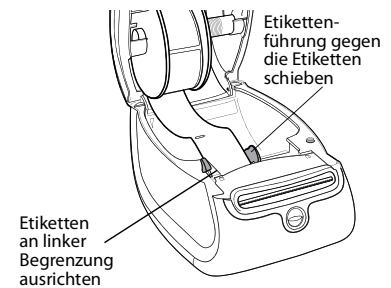

Abbildung 4
- Die Etiketten müssen mit dem linken Rand gegen die linke Begrenzung der Etikettenzuführung eingeführt werden. Siehe Abbildung 4.
- 7 Richten Sie den linken Rand des Etiketts an der linken Begrenzung der Etikettenzuführung aus, und führen Sie das Etikett in die Zuführung ein. Siehe Abbildung 4.
- 8** Schieben Sie die Etikettenführung nach links, bis die Führung am rechten Rand des Etiketts ausgerichtet ist. Siehe Abbildung 4.